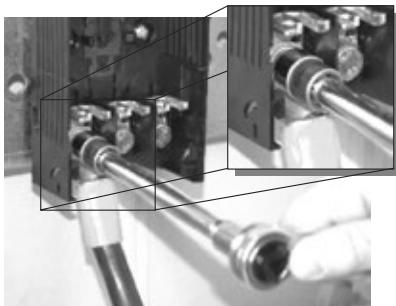

Figura 11
- Fixe os condutores com parafusos M5 (Figura 12) com torque de 3 Nm ou fixe os condutores conforme Figura 11 (parafuso M6 com torque de 3 Nm);